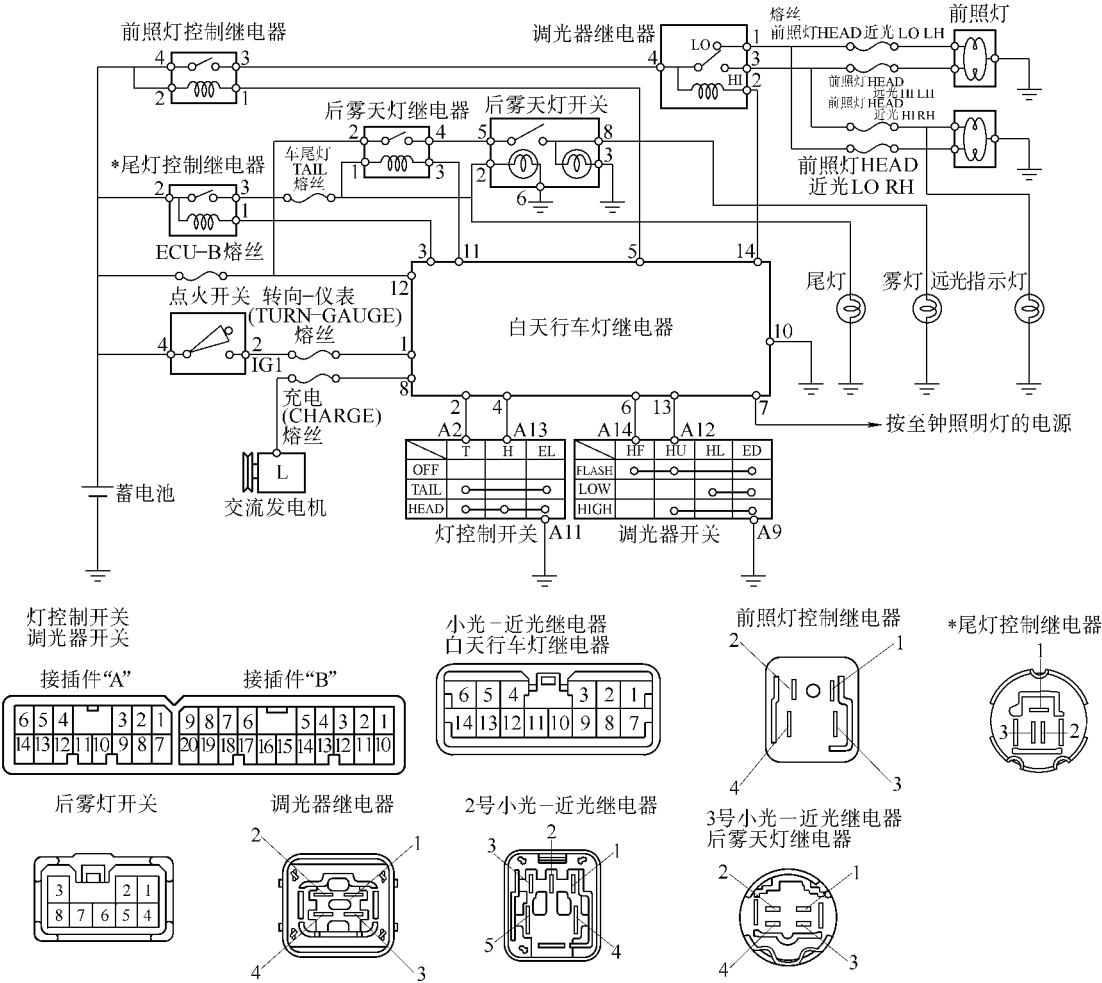

图 18-8 小光近光系统和白天行车灯系统配线和接插件图
(2) 小光近光系统和白天行车灯系统。其系统配线和接插件如图 18-8 所示。